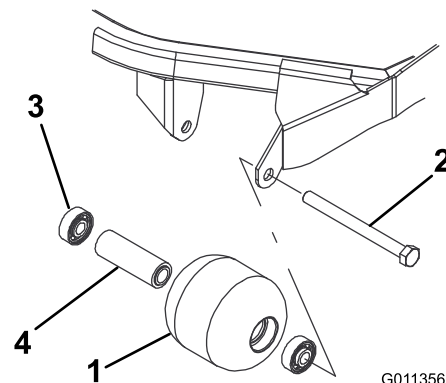

Figura 95
1. Retire el perno de montaje del rodillo (Figura 95).
4. Inspeccione el alojamiento del rodillo, los cojinetes, y el espaciador del cojinete (Figura 95) Sustituya cualquier componente dañado y móntelos.
1. Introduzca a presión el primer cojinete en el alojamiento del rodillo (Figura 95). Haga presión solamente sobre el anillo de rodadura exterior, o de forma igual sobre el anillo exterior y el interior.
2. Introduzca el espaciador (Figura 95).
3. Introduzca a presión el segundo cojinete en el alojamiento del rodillo (Figura 95). Presione de manera uniforme sobre el anillo de rodadura interior y el exterior hasta que el anillo de rodadura interior entre en contacto con el espaciador.